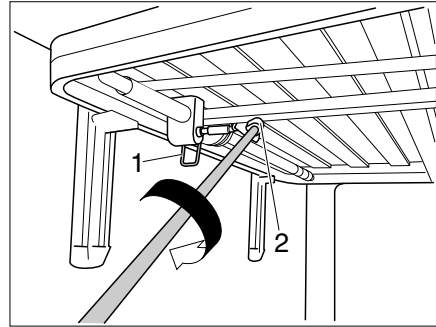

Fig. 150 Réglage en hauteur
- Libérer le levier de sécurité (Fig. 150,1). Le lit peut maintenant être réglé.
- Pousser la manivelle dans le logement carré magnétique (Fig. 150,2). La hauteur du lit peut maintenant être modifiée.
- Tirer la manivelle du logement carré (Fig. 150,2) et la conserver dans le support.